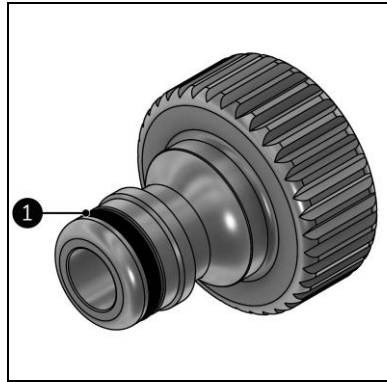

Figure 16
5. Passez de la vaseline sur le joint torique du raccord du tuyau de jardin (figure 16, pos. 1).